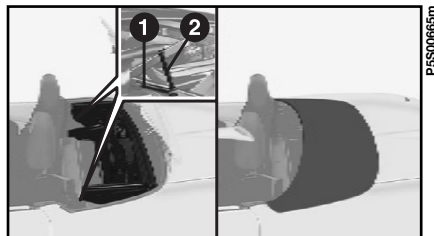

fig. 57
7) Con la capote completamente raccolta nell'apposito vano, premere sull'intelaiatura e ruotare il dispositivo di fermo dalla posizione **1-fig. 57** alla posizione **2** agganciandolo all'intelaiatura. Rilasciandola, la capote rimane bloccata. Eseguire l'operazione su entrambi i lati.